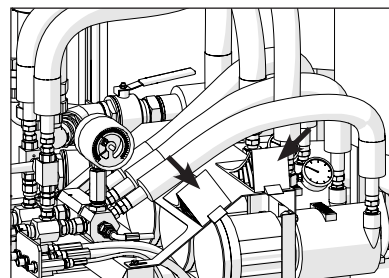

Fig. 40: Cales de freinage
- Bloquez l'installation sur le lieu de montage afin de la sécuriser contre tout déplacement involontaire. Pour ce faire, utilisez les cales de blocage (voir Fig. 40) placées sur le châssis.